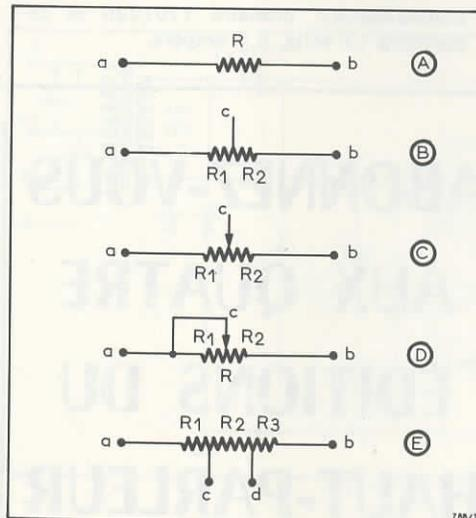

Fig. 1
On a vu précédemment que les résistances fixes possèdent deux extrémités comme on le voit en (A) figure 1. En (B) on a représenté une résistance a b avec une prise c effectuée en un point déterminé de la résistance.
En (C) figure 1, on a reproduit le dessin (B) mais le point c est un *curseur* qui frotte sur la matière résistante et peut glisser le long de celle-ci.
Voici maintenant en (D) figure 1 un moyen de réaliser une résistance réglable. A cet effet il a suffi de réunir par une connexion les points a et c. De ce fait, en tout moment, $R_1 = 0$ et $R = R_2$. Si le curseur glisse